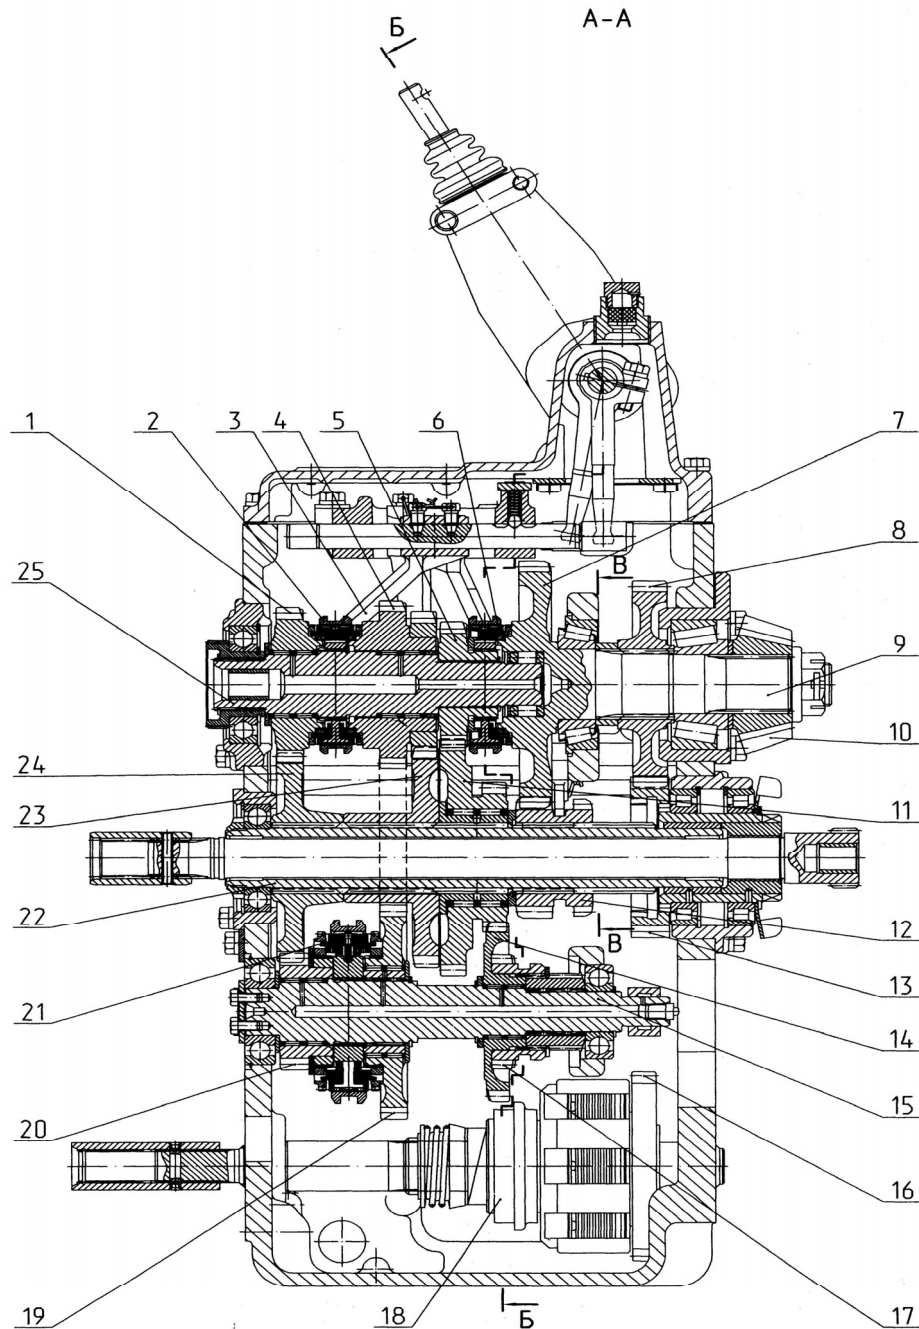
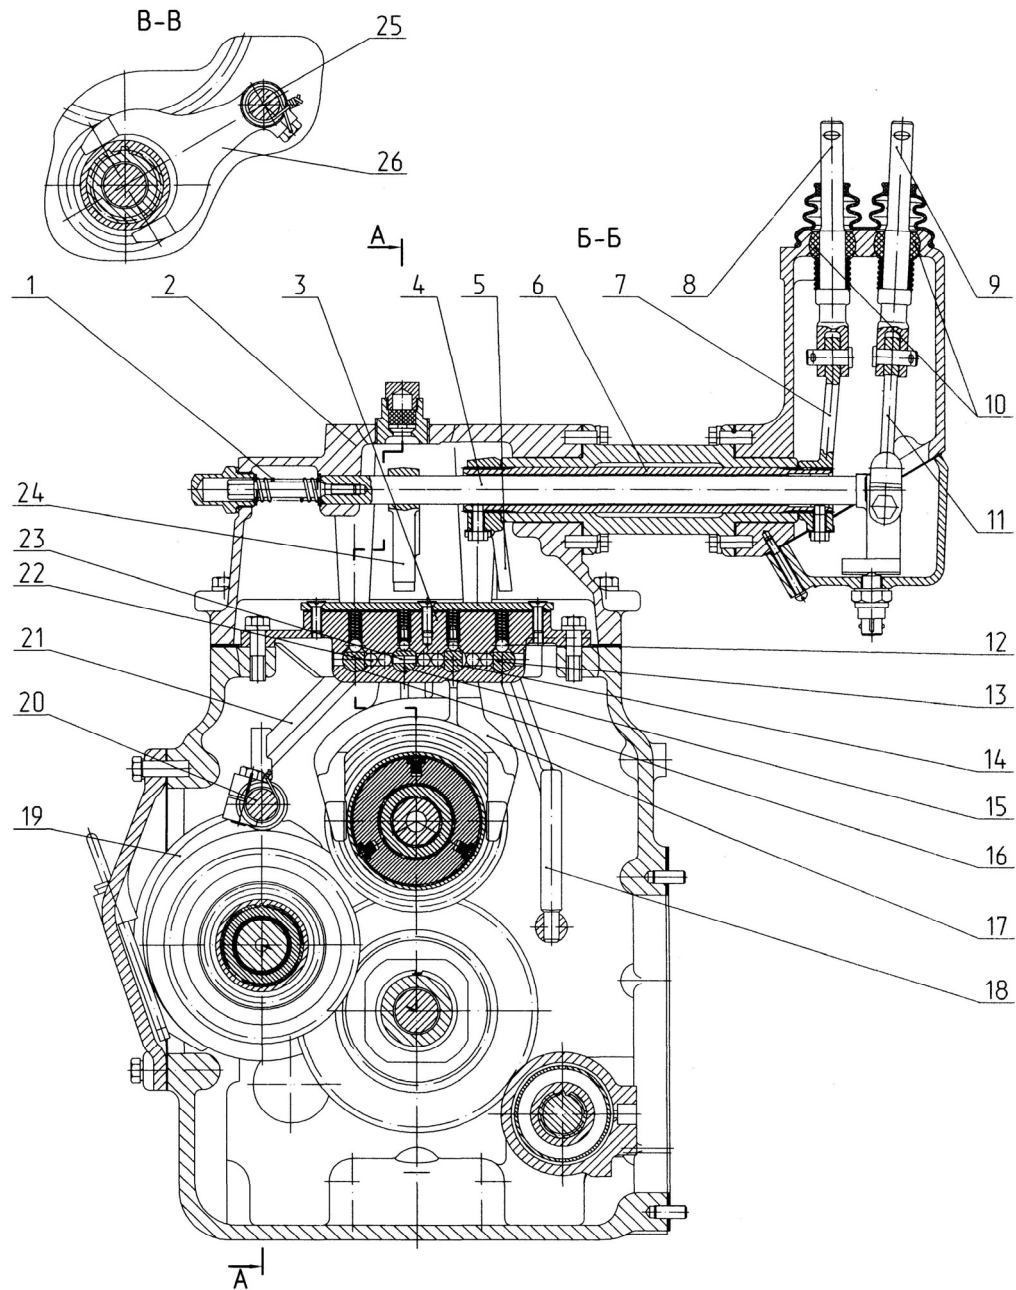
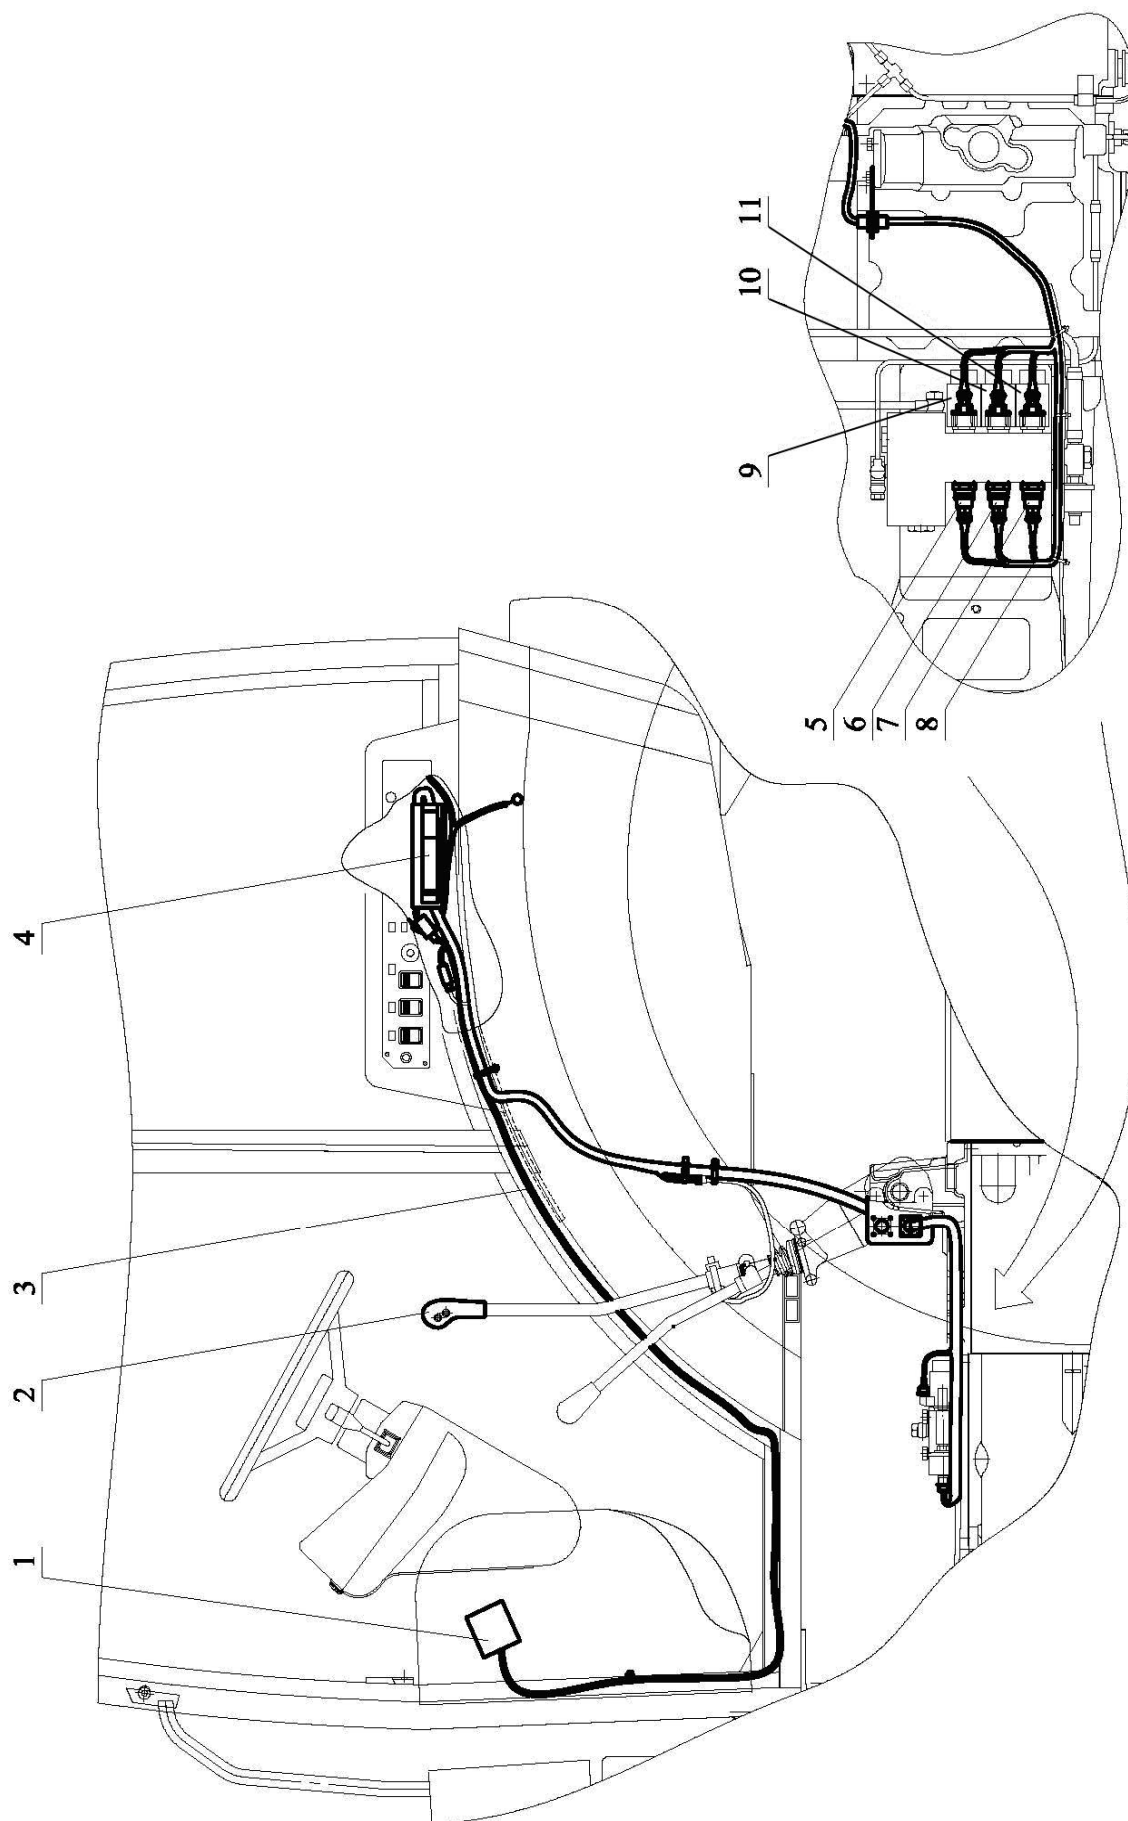
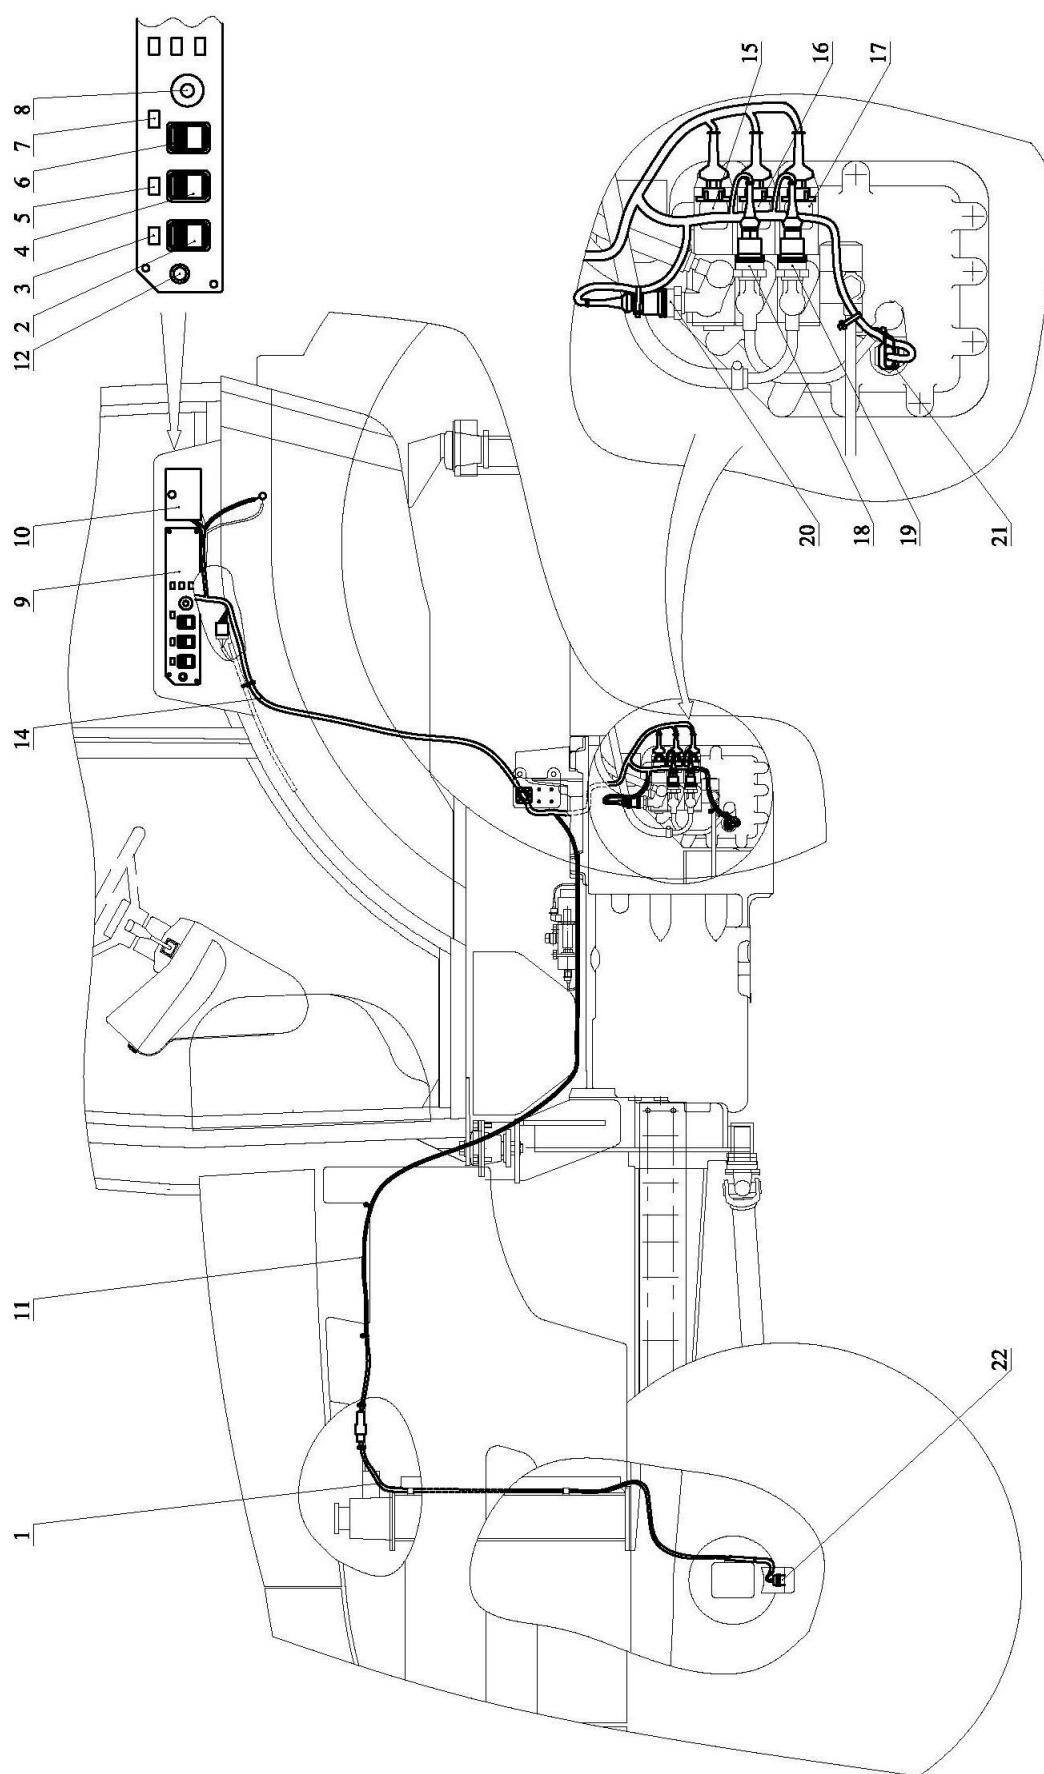

Рис.4 Коробка передач:
Рис.5 Коробка передач:
Рис. 7 Управление переключением диапазонов трехступенчатого редуктора:
Рис. 10 Управление приводом ПВМ, БД, ВОМ:
КП состоит из первичного вала 25 (рис. 4), вторичного вала 9, промежуточного вала 22, вала 1-ого диапазона и заднего хода 15, встроенного в корпус КП привода переднего ведущего моста (ПВМ) 18 и механизма переключения диапазонов 2 (рис. 5).
На первичном валу 25 (рис. 4) установлены свободно вращающиеся ведущая шестерня 1 3-его диапазона и двухвенцовая ведущая шестерня 4 2-ого диапазона (она же ведомая шестерня диапазона заднего хода), а также соединенные с ним неподвижно шестерня 5, синхронизатор 2 2-ого и 3-его диапазонов и синхронизатор 6 4-ого диапазона.
Ведомая шестерня 16 привода 18 ПВМ находится в постоянном зацеплении с ведущей шестерней 13 2-ой ступени редуктора. Механизм переключения диапазонов состоит из рычага переключения 1-ой и 2-ой ступени редуктора КП 20 (рис. 7), рычага переключения диапазонов 3, крышки механизма переключения диапазонов 2 (рис. 5), корпуса вилок 3, валика 25 с вилкой 26, входящей в паз ведущей шестерни 12 (рис. 4) 1-ой ступени редуктора, и валика 20 (рис. 5) с вилкой 19, входящей в паз подвижной каретки синхронизатора 21 (рис. 4) 1-ого диапазона и заднего хода.
Крышка 2 (рис. 5) состоит из сферических опор 10, подпружиненных вилок 8 рычага переключения 1-ой и 2-ой ступеней редуктора и 9 рычага переключения диапазонов, рычага 7, соединенного трубчатым валом 6 с рычагом 5 и вилки 11, соединенной подпружиненным валом 4 с рычагом 24.
Для включения 1-ой ступени редуктора рычаг переключения ступеней редуктора 20 (рис. 7) перемещают вперед. При этом вилка 8 (рис. 5) воздействуют на рычаг 7, поворачивающий трубчатый вал 6 и связанный с ним рычаг 5. Рычаг 5 перемещает вперед поводок 13 с поводком 18, валик 25 с вилкой 26. Вилка 26 перемещает ведущую шестерню 12 (рис. 4) по шлицам промежуточного вала 22 и вводит её в зацепление с ведомой шестерней 7 1-ой ступени редуктора.
Для включения 2-ой ступени редуктора рычаг переключения ступеней редуктора перемещают назад. Тогда поводок 13 (рис. 5) из положения «Включена 1-ая ступень редуктора» переместится в положение «Включена 2-ая ступень редуктора», а ведущая шестерня 12 (рис. 4), перемещаясь по шлицам промежуточного вала 22, входит в зацепление с ведущей шестерней 13 2-ой ступени редуктора, находящейся в постоянном зацеплении с ведомой шестерней 8 2-ой ступени редуктора.
Внимание! В редукторе КП отсутствует нейтральное положение ведущей шестерни 13 (рис. 4) 1-ой ступени редуктора, поэтому в редукторе всегда включена или 1-ая или 2-ая ступень редуктора.
В положениях «Включена 1-ая ступень редуктора» или «Включена 2-ая ступень редуктора» поводок 13 (рис. 5) фиксируется подпружиненным шариком 12. При перемещении поводка 13 в положение «Включена 1-ая ступень редуктора» блокировочные шарики 22 закатываются в лыску поводка 14 включения 4-ого диапазона, блокируя возможность включения 4-ого диапазона на 1-ой ступени редуктора.
Рычаг переключения диапазонов 3 (рис. 7) при выключенных диапазонах всегда находится в нейтральном положении, которое обеспечивается подпружиненным валом 4 (рис. 5).
В этом случае вилка 11 (рис. 5), сжимая пружину 1, перемещает вал 4 с рычагом 24 в крайнее левое положение. Рычаг 24 входит в паз поводка 16 и при движении вперед перемещает поводок 16 с поводком 21 из положения «Нейтраль» в положение «Включен 1-ый диапазон», а при движении назад – в положение «Включен диапазон заднего хода».
При движении вперед, поводок 21, воздействуя на валик 20 с вилкой 19, перемещает подвижную каретку синхронизатора 21 (рис. 4) из положения «Нейтраль» в положение «Включен 1-ый диапазон», которая замыкает вал 15 с ведущей шестерней 20 1-ого диапазона, и вращение от первичного вала 25 передается на промежуточный вал 22 через шестерни 5, 11, 14, 20 и 24.
При движении назад поводок 21 (рис. 5) через валик 20 с вилкой 19 перемещает из положения «Нейтраль» в положение «Включен диапазон заднего хода» подвижную каретку синхронизатора 21 (рис. 4), которая замыкает вал 15 с ведущей шестерней 19 диапазона заднего хода, и вращение от первичного вала 25 на промежуточный вал 22 передается через шестерни 5, 11, 14, 19, 24 и 23.
Поводок 16 (рис. 5) имеет три фиксированных положения «Нейтраль», «Включен 1-ый диапазон» и «Включен диапазон заднего хода», обеспеченных подпружиненным шариком 12. Если поводок 16 находится в одном из включенных положений, то блокировочные шарики 22 фиксируют перемещение поводка 15 2-ого и 3-его диапазона, а через толкатель 23 и блокировочные шарики 22 фиксируется перемещение поводка 4-ого диапазона 14.
Для включения 2-ого и 3-его диапазонов рычаг диапазонов 3 (рис. 7) перемещают из положения «Нейтраль» назад в положение «Включен 2-ой диапазон» или вперед в положение «Включен 3-ий диапазон».
При включении 2-ого диапазона вилка 11 (рис. 5) через вал 4 с рычагом 24 перемещает из положения «Нейтраль» поводок 15 с вилкой 3 (рис. 4) назад в положение «Включен 2-ой диапазон». Вилка 3 перемещает из положения «Нейтраль» в положение «Включен 2-ой диапазон» подвижную каретку синхронизатора 2, которая замыкает первичный вал 25 с ведущей шестерней 4 2-ого диапазона, и вращение от первичного вала 25 на промежуточный вал 22 передается через шестерни 4 и 23.
При включении 3-его диапазона вилка 11 (рис. 5) через вал 4 с рычагом 24 перемещает вперед из положения «Нейтраль» в положение «Включен 3-ий диапазон» поводок 15 с вилкой 3 (рис. 4). Вилка 3 перемещает из положения «Нейтраль» подвижную каретку синхронизатора 2, которая замыкает первичный вал 25 с
Поводок 15 (рис. 5) имеет три фиксированных положения: «Нейтраль», «Включен 2-ой диапазон» и «Включен 3-ий диапазон», обеспеченных подпружиненным шариком 12. Если поводок 15 находится в одном из включенных положений, то блокировочные шарики 22 фиксируют перемещение поводка 16 1-ого диапазона и заднего хода и фиксируют перемещение поводка 14 4-ого диапазона.
Для включения 4-ого диапазона рычаг переключения диапазонов 3 (рис. 7) необходимо из положения «Нейтраль» переместить в крайнее левое положение и, удерживая его там, переместить назад в положение «Включен 4-ый диапазон». Вилка 17 (рис. 5) перемещает назад из положения «Нейтраль» в положение «Включен 4-ый диапазон» подвижную каретку синхронизатора 6 (рис. 4), которая замыкает первичный вал 25 и вторичный вал 9 напрямую, и вращение от первичного вала 25 на вторичный вал 9 передается без изменения.
Поводок 14 (рис. 5) имеет два фиксированных положения «Нейтраль» и «Включен 4-ый диапазон», обеспеченных подпружиненным шариком 12. Если поводок 14 находится во включенном положении, то блокировочные шарики 22 фиксируют перемещение поводка 15 2-ого и 3-его диапазонов, а через толкатель 23 и блокировочные шарики 22 фиксируется перемещение поводка 16 1-ого диапазона и заднего хода.
Электрическая часть системы управления переключением передач редуктора (рис.7) состоит из установленных в кабине электронного блока (4), расположенного справа от водителя под панелью, рычага (2) переключения диапазонов с рукояткой и расположенными на ней кнопками переключения передач, табло (1) индикации включенной передачи, расположенного справа от щитка приборов, жгута (3), соединяющего между собой элементы системы в кабине и подающего питание в систему с блока (10) предохранителей (рис.10). Пропорциональные клапаны с электромагнитным управлением (9), (10), (11) (рис.7) (соответственно, включения передач Н, М, L) расположены на плите на трансмиссии под кабиной. Напротив пропорциональных клапанов с электромагнитным управлением (9), (10), (11) (на выходе) на плите установлены датчики (5), (6), (7) давления. Жгутом (8) пропорциональные клапаны с электромагнитным управлением (9), (10), (11), датчики (5), (6), (7) давления, расположенные на трансмиссии, соединены со жгутом (3) по кабине. Переключение передач редуктора осуществляется кнопками на рукоятке рычага (2). Последовательное нажатие на кнопку с символом «заяц» («+») обеспечивает последовательное переключение передач редуктора в сторону их увеличения, а на кнопку с символом «черепаха» («-») – в сторону уменьшения. Символ включенной передачи (L – низшая (первая), М – средняя (вторая), Н – высшая (третья)) индицируется на табло (1).
Если при переключении передач система обнаруживает давление в гидролинии выключаемой передачи (завис золотник пропорционального клапана с электромагнитным управлением в открытом положении), то на табло загорается зеленым мигающим цветом знак «!» и включается зуммер, который находится с обратной стороны пульта управления (9) (рис. 10). При этом обесточиваются все электромагниты. Дальнейшее движение трактора возможно только на «зависшей» передаче.
Электрическая часть системы управления БД заднего моста входит в объединенную систему управления БД, ПВМ (передним ведущим мостом) и ВОМ (валом отбора мощности). Она состоит из установленных в кабине справа от водителя на пульте управления (9) (рис. 10) клавишного переключателя (4), контрольной лампы (5), и реле, расположенных внутри пульта. Данные органы управления соединены жгутом (14) по кабине объединенной системы управления БД, ПВМ и ВОМ, который соединен со жгутом по трансмиссии (11). Жгут (11) подсоединен к электрогидрораспределителю (17) включения БД, дискретному датчику давления (19), датчику (22) угла поворота направляющих колес, расположенному в левом редукторе ПВМ.
Клавишный переключатель (2) управления приводом ПВМ (рис. 10) имеет три положения:
Клавишный переключатель (6) управления ВОМ (рис. 10) имеет два положения: